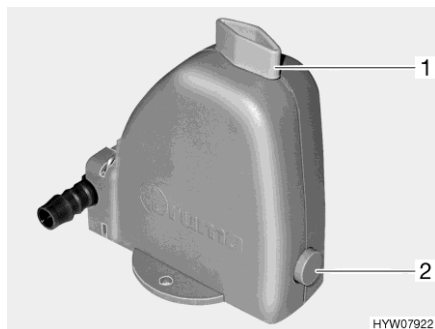

Bild 81 Sicherheits-/Ablassventil
Die Heizung ist mit einem Sicherheits-/Ablassventil (Bild 81) ausgestattet. Das Sicherheits-/Ablassventil verhindert, dass Wasser für die Warmwasser-Bereitung einfriert, wenn bei Frost die Heizung nicht eingeschaltet ist.
- Sicherheits-/Ablassventil schließen. Dazu den Drehknopf (Bild 81,1) quer zum Sicherheits-/Ablassventil drehen und den Druckknopf (Bild 81,2) hineindrücken.
- Sicherheits-/Ablassventil öffnen. Dazu den Drehknopf (Bild 81,1) längs zum Sicherheits-/Ablassventil drehen. Der Druckknopf (Bild 81,2) springt heraus. Der Brauchwasser-Behälter wird über das Sicherheits-/Ablassventil nach außen entleert.